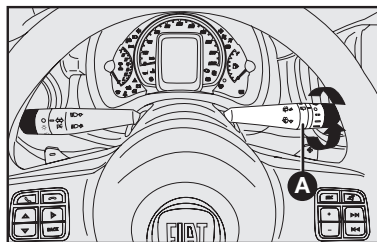

fig. 70
Lavaluneta/limpialuneta (limpiador de ventana trasera) (si está previsto) - fig. 70 y 71
1) gire la empuñadura **A-fig. 70** de la posición **O** para ;